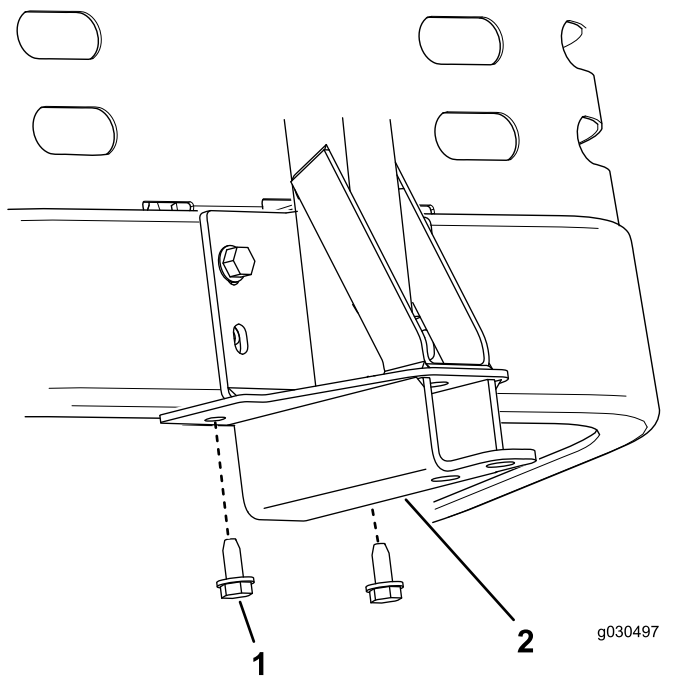

Figura 16
2. Sujete el bastidor de pivote a la parte inferior del bastidor de la máquina usando 2 tornillos autorroscantes (5/16" x 3/4"), según se muestra en Figura 16.